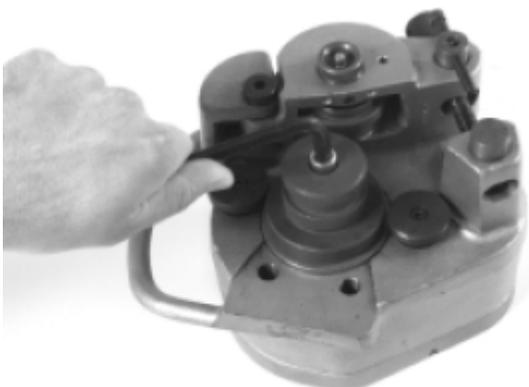

图8 — 拆下驱动轮螺母
3. 用5/16" 内六角扳手拧下驱动轮上的螺母（见图8），如果要用8"-12"或者4"-6"滚轮组，那么还要用3/8" 内六角扳手拆下驱动轮支撑螺栓。